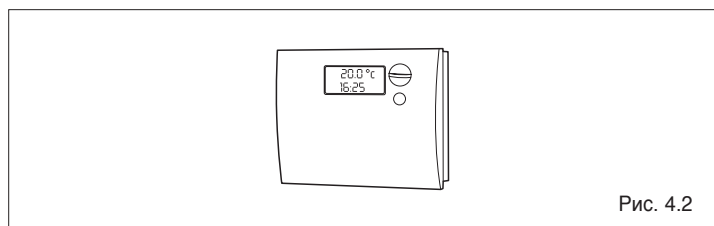

Рис. 4.2
- установите термостат в помещении на требуемую температуру ($\sim 20^{\circ}\text{C}$), либо, если в системе установлен программируемый таймер или устройство терморегулирования, убедитесь в том, что оно «активировано» и установлено ($\sim 20^{\circ}\text{C}$) (Рис. 4.2)